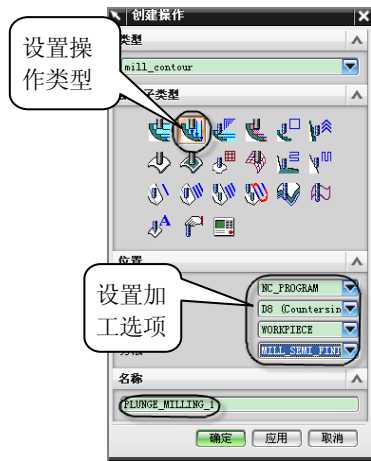
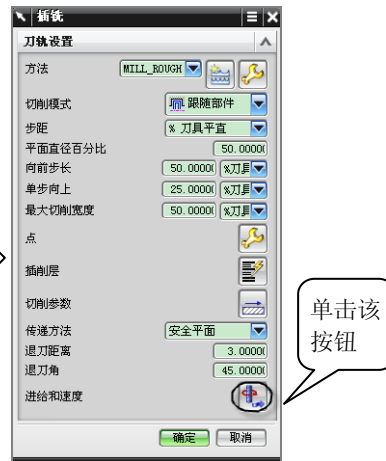
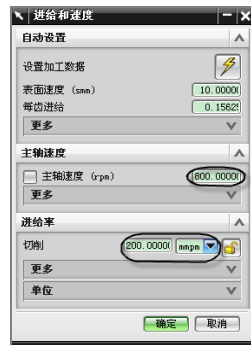

图 5-32 创建操作
图 5-33 “插铣”对话框
图 5-34 “进给和速度”对话框
(1) 创建加工操作。重复创建粗加工插铣的操作步骤，在如图 5-32 所示的“刀具”下拉列表中选择“D8”，在“方法”下拉列表中选择“MILL\_SEMI\_FINISH”，在“名称”文本框中输入“PLUNGE\_MILLING\_1”，单击 **确定** 按钮，完成上述设置后，系统弹出如图 5-33 所示的“插铣”对话框。
(2) 设置切削参数。在如图 5-33 所示的“插铣”对话框中，单击“进给和速度”按钮，弹出“进给和速度”对话框，设置“主轴转速”为 800，“切削”为 200，参数设置如图 5-34 所示，其余参数默认，单击按钮完成切削参数的设置。